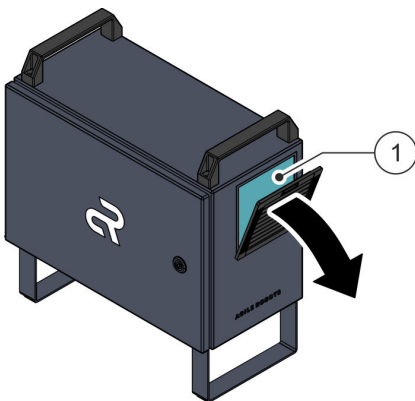

Abb. 88 Abdeckung herunterklappen
01. Abdeckung am Lüfterfilter vorsichtig herunterklappen Abb. 88.
02. Filtereinheit auf Verschmutzungen überprüfen Abb. 88 / ①.